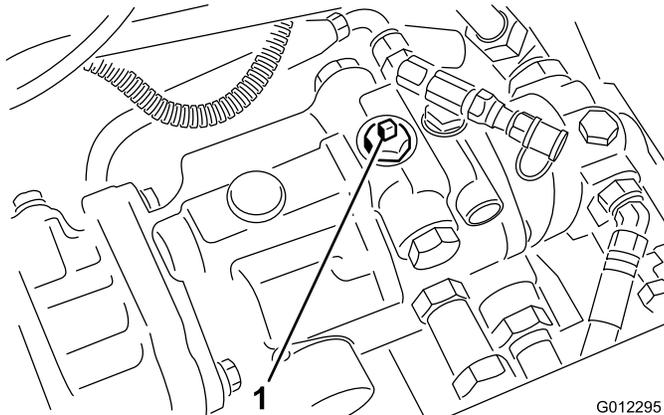

Figura 21
- Rode a válvula de derivação 90 graus (Figura 21).